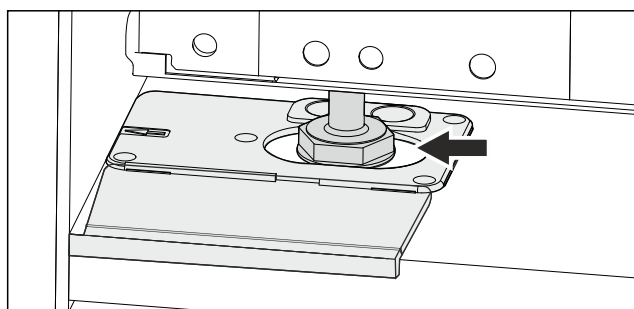

Fig. 54
- Regolare l'apparecchio sui piedi di regolazione. Fig. 54 ()